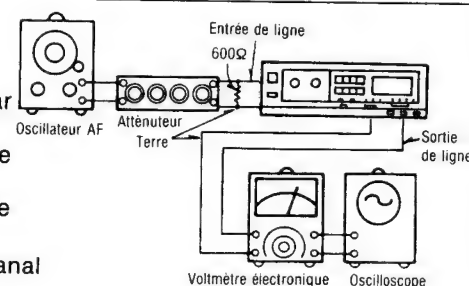

Fig. 15
- Brancher les appareils comme indiqué dans la Fig. 15.
- Recommencer à partir de la phase (2).